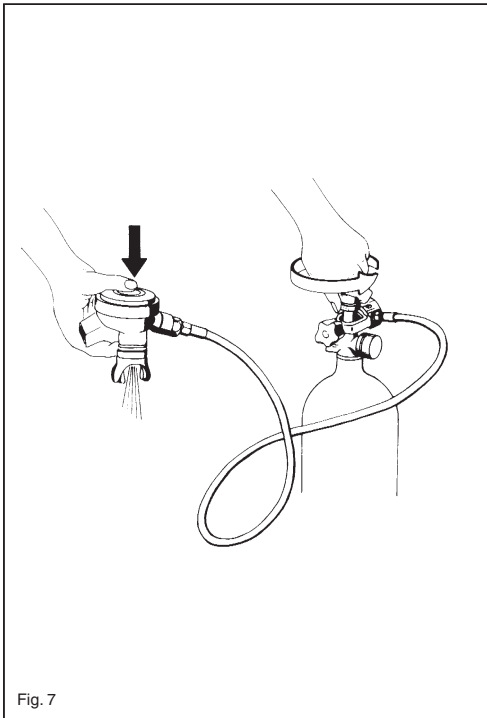

Fig. 7
**Verringern Sie die Belastung auf den Ventilmechanismus, indem Sie beim ersten Einströmen der Luft in den Atemregler die Luftdusche an der zweiten Stufe betätigen (Abb. 7). DIESES VERFAHREN DARF NUR BEI UMGEBUNGSTEMPERATUREN ÜBER 10°C (50°F) ANGEWENDET WERDEN. NIEDRIGERE TEMPERATUREN KÖNNEN DAZU FÜHREN, DASS DER ATEMREGLER VEREIST UND ABBLÄST.**